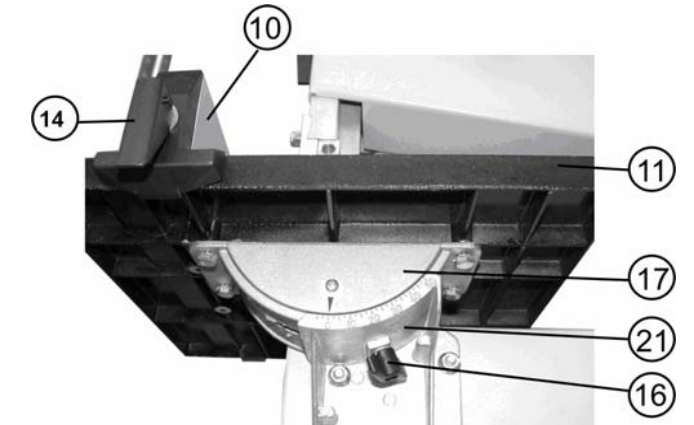

Рис.5
10.2. Установка подвижного упора (Рис. 5)
Как показано на Рис.5, в зацепление за край рабочего стола (11) установите подвижный упор (10). Фиксация положения подвижного упора (10) определяется вращением и опусканием/подниманием ручки фиксации (14).
11.1. Установка рабочего стола под прямым углом к пильной ленте (Рис. 5, 6)